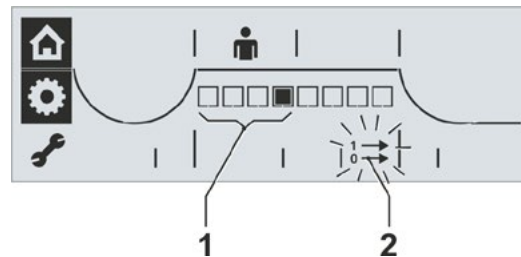

Fig. 1: Visning av signalsettet
- I menyen «Parametere» dreier du på dreiebryteren til symbolet for hastighet blinker (Fig. 1, pos. 2). Et sort firkantsegment viser aktuelt sett innenfor de første fire plassene i skalaen (pos. 1); her i Fig. 1 er sett 4 valgt (se også tabellen over).